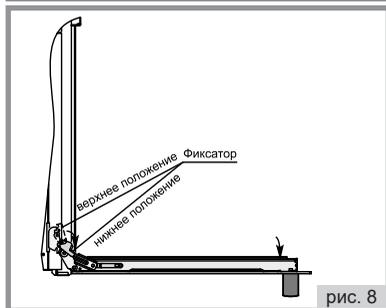

рис. 8
2. Повернуть фиксатор шарнира в крайнее нижнее положение см. рис. 8;